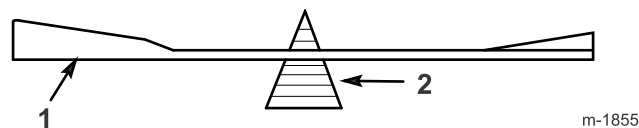

Figura 40
2. Verifique el equilibrio de cada cuchilla colocándola sobre un equilibrador de cuchillas (Figura 40). Si la cuchilla se mantiene horizontal, está equilibrada y puede utilizarse. Si la cuchilla no está equilibrada, rebaje algo de metal de la parte posterior de la cuchilla con una lima. Repita este paso hasta que cada cuchilla esté equilibrada.